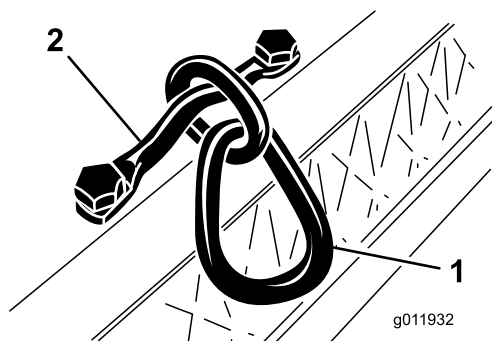

Figura 7
2. Aperte os parafusos com uma força de 34 a 40 N·m (Figura 7).